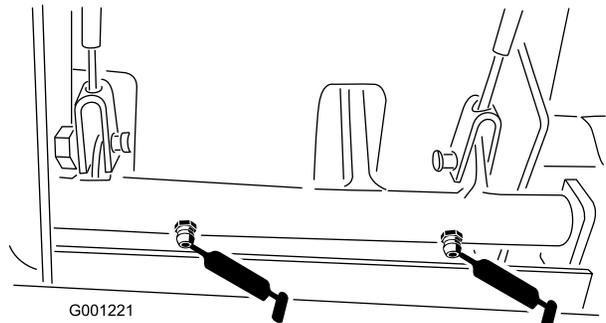

図 38
- ・ ブレーキのピボット・ブッシュ (図 38)
- ・ ブレーキケーブル (ホイール側とペダル側の端部) (図 38)